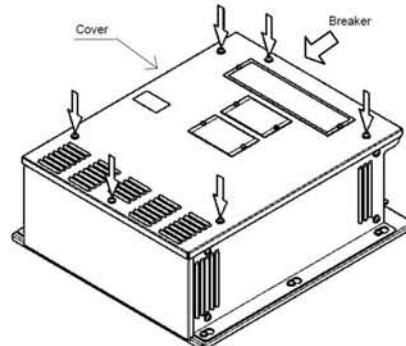

図1 [Fig.1]
- ブレーカが切れていることを確認します。カバーを固定している6つのビスを緩めます。(図1)
Loosen the screw (six places) which is fixing the cover. [Fig.1]